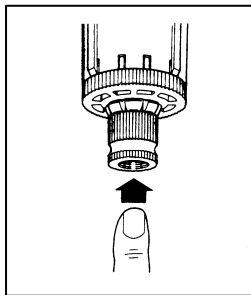

Fig. 5
- 2) Premendo il pulsante si ottiene lo scarico della condensa contenuta nel bicchiere (Fig. 5);
- 2) Pushing the button drain the condensate contained in the bowl (Fig. 5);